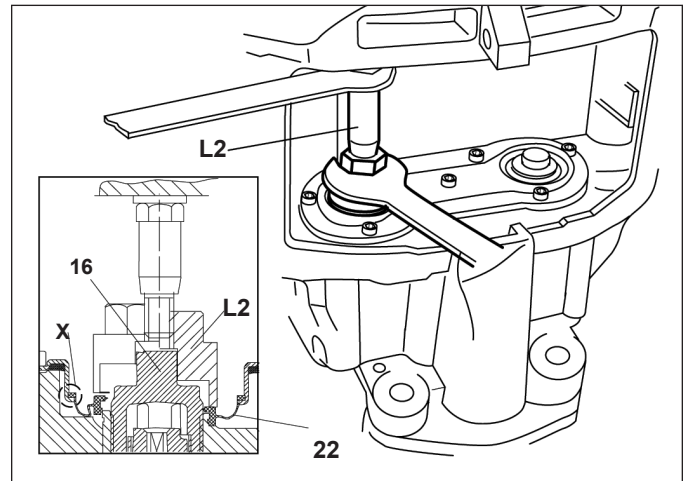

Figura 56 – Instalación del sello interior fuera del vehículo
- 5.5.13 Coloque el sello interior de repuesto (22) sobre el tubo roscado (16). Consulte las figuras 55 y 56 para conocer las herramientas y la disposición de instalación utilizada. Los tubos roscados deben retraerse para permitir la inserción de la herramienta. Utilice la herramienta combinada L2 (T04 + T03 + T09) con el espaciador largo (T04) como se muestra en la figura 56. Dado que la herramienta de instalación está guiada por el poste central del tubo roscado, haga avanzar el tubo una pequeña cantidad para alinear la herramienta y el poste central. Con una llave de extremo abierto, gire la tuerca de ajuste en la parte T04 de la herramienta para instalar el nuevo sello interior (22) en su posición.